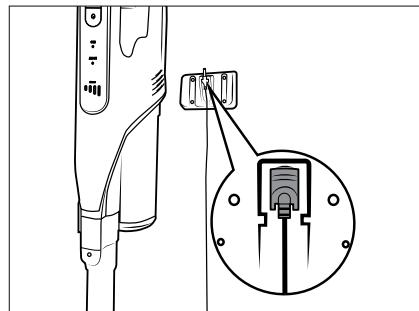

Abb. 6
- ◆ Setzen Sie den Staubsauger von oben in die Wandhalterung **18**, so dass der Hohlstecker **11** in die Ladebuchse **3** an der Unterseite des Gerätes rutscht. Die Batterieanzeige **26** beginnt zu blinken und der Ladevorgang startet (siehe Abb. 6 und 7).